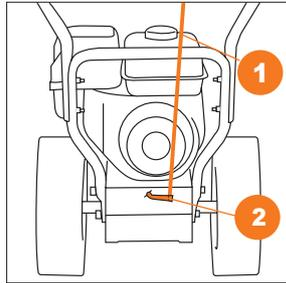

Рис. 9
- Присоедините штангу рычага выбора передач **1** к кронштейну привода **2** расположенного в нижней части снегоуборочной машины и зафиксируйте шплинтом (Рис. 9).